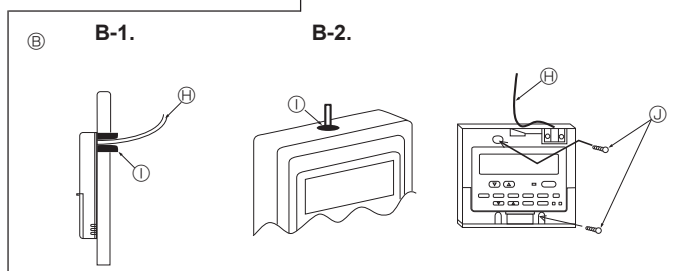

Fig. 6-3
(2) Dicht de opening voor de afstandsbedieningskabel af met stopverf om te voorkomen dat er dauwdruppels, water, kakkerlakken of wormen inkomen. (Fig. 6-3)
[Fig.6-3]